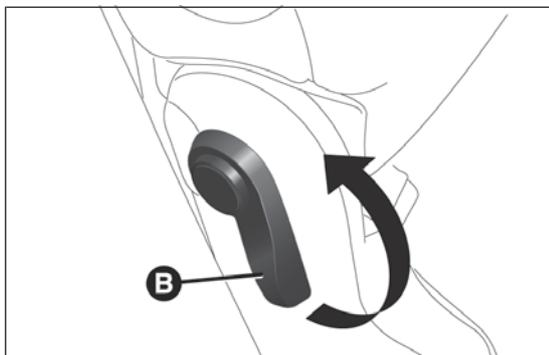
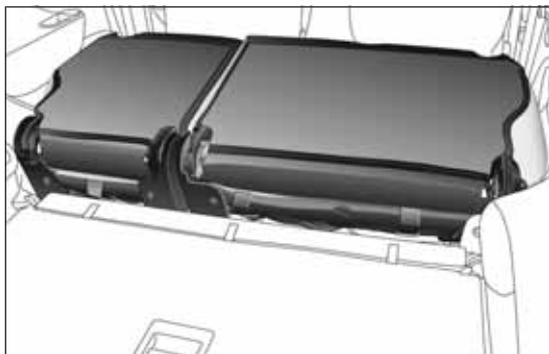

fig. 88
fig. 89
- levantar la palanca B fig. 88 para abatir el respaldo (ver fig. 89).
Para volver a colocar el respaldo en su posición normal, levantar la palanca B fig. 88 y, a continuación, levantar el respaldo.
Para volver a colocar el respaldo en su posición normal, levantar la palanca B fig. 88 y, a continuación, levantar el respaldo hasta alcanzar la posición de enganche vertical.